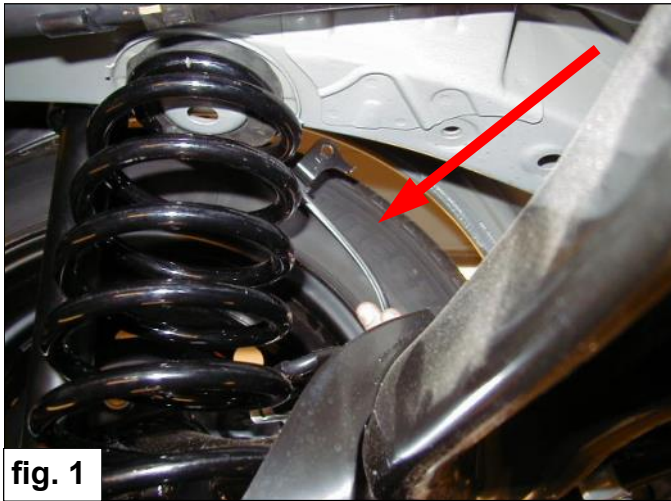

fig. 1
1. Enlevez la jambe de force conformément au manuel d'atelier. Voir fig. 1.